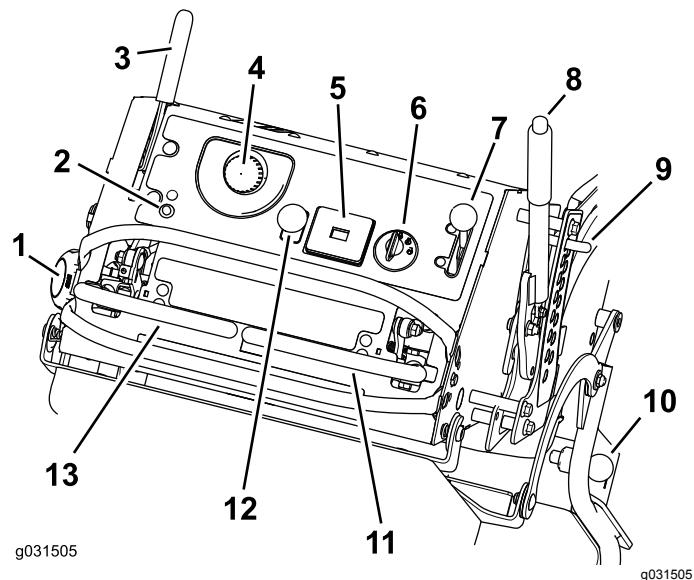

Figura 5
Familiarícese con todos los controles antes de poner en marcha el motor y trabajar con la máquina (Figura 5).
Si se detecta un problema o una avería en el sistema, se enciende el indicador de avería (IA) (Figura 5).
El contador de horas registra el número de horas de operación de la máquina. Funciona cuando el motor está en marcha. Utilice el recuento de horas para programar el mantenimiento regular (Figura 5).
El contador de horas contiene unos símbolos que indican con un triángulo negro si el componente de seguridad está en la posición correcta (Figura 5).
La luz indicadora de la batería se enciende al girar la llave a la posición de CONECTADO, y cuando la carga está por debajo del nivel correcto de operación (Figura 5).
El control del acelerador puede moverse entre las posiciones de Rápido y Lento (Figura 5).
El mando de control de las cuchillas (TDF) se utiliza para engranar y desengranar las cuchillas del cortacésped (Figura 5).
Las palancas de control de movimiento se utilizan para conducir la máquina hacia adelante, hacia atrás y girarla en ambos sentidos (Figura 5).